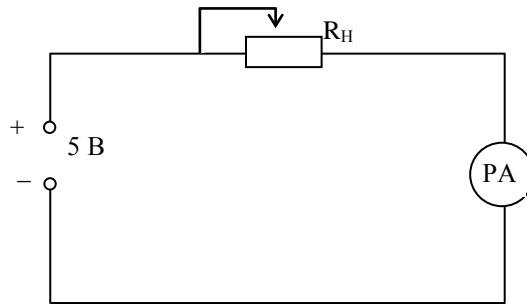

Рисунок 2.2 - Схема измерения тока
- 4 Измерительная цепь прибора для выбранного предела измерения (по схеме рисунок 2.2).